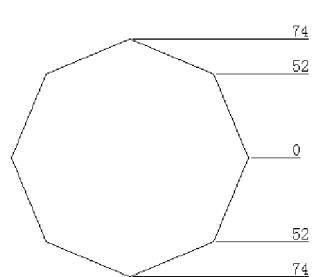

图 3.32 基准点标注效果
⑦ 基准点(P):在命令提示区中输入“P”,选择快速基线式标注的基准点位置。基准点标注效果如图 3.32 所示。